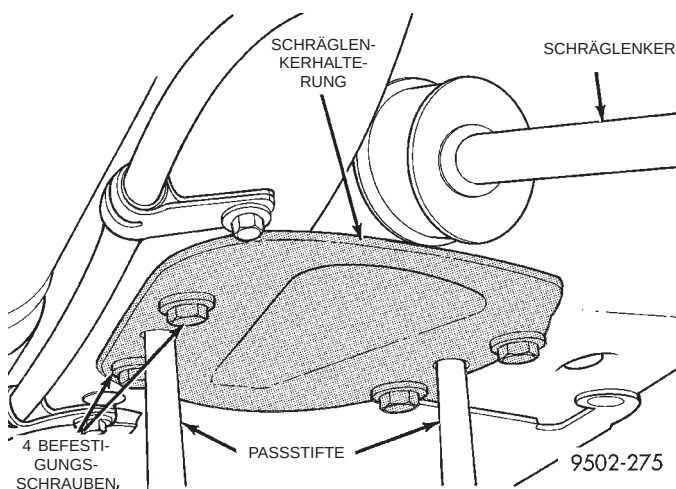

Abb. 51 Halterung des Schräglenkers einbauen
(3) Die Halterung am Fahrzeug montieren und die vier Schrauben locker eindrehen (Abb. 51). Dann zwei Stifte mit passendem Durchmesser in die Paßbohrungen der Halterung und des Unterbodens stecken (Abb. 51). Erst dann befindet sich die Halterung in der richtigen Position. Die vier Schrauben mit einem Anzugsmoment von 34 N·m (25 ft. lbs.) festziehen.